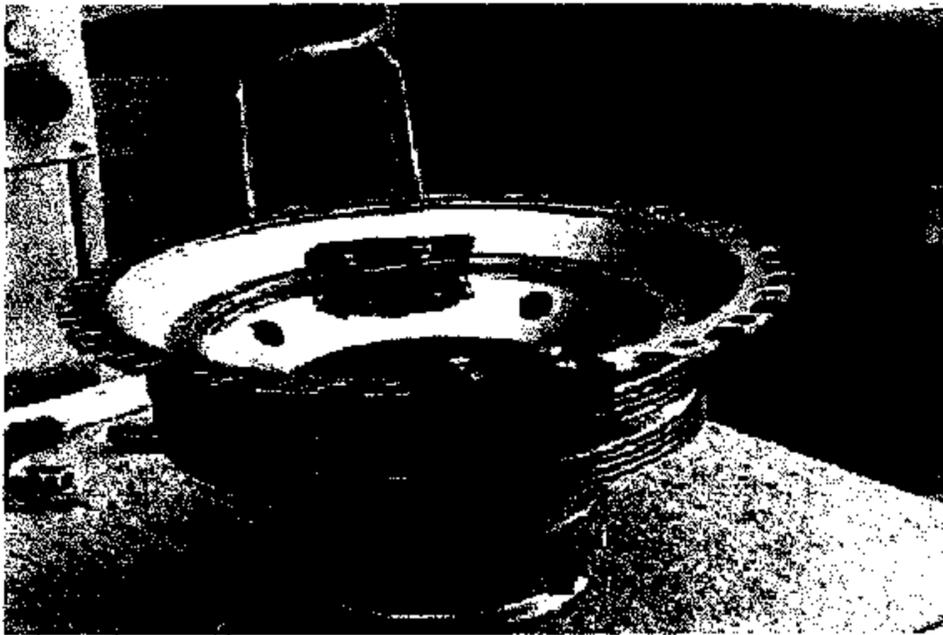

Fig. 3.
- D. Si supponga di dover far costruire il componente della Fig. 3.
- E. Si supponga che il componente della Fig. 3. debba essere fatto costruire da una ditta specializzata; si scriva, quindi, una lettera di richiesta di preventivo, indicando nelle specifiche da quale semilavorato si debba partire, il ciclo di lavorazione, di cui fanno parte anche i controlli non distruttivi.